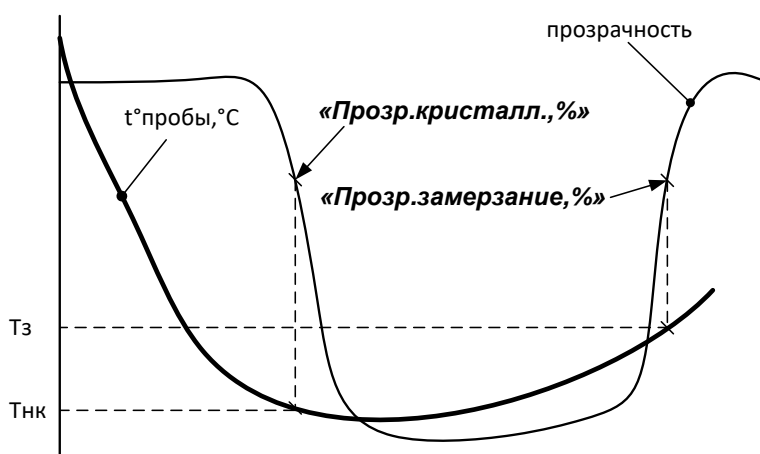

Рисунок 7 - Детектор «прозрачность»
1) «прозрачность» (рисунок 7):